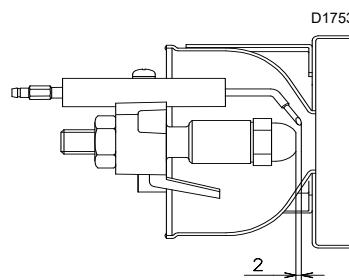

Fig. 12
- Asegurarse de que los electrodos estén ubicados como en la Fig. 12.